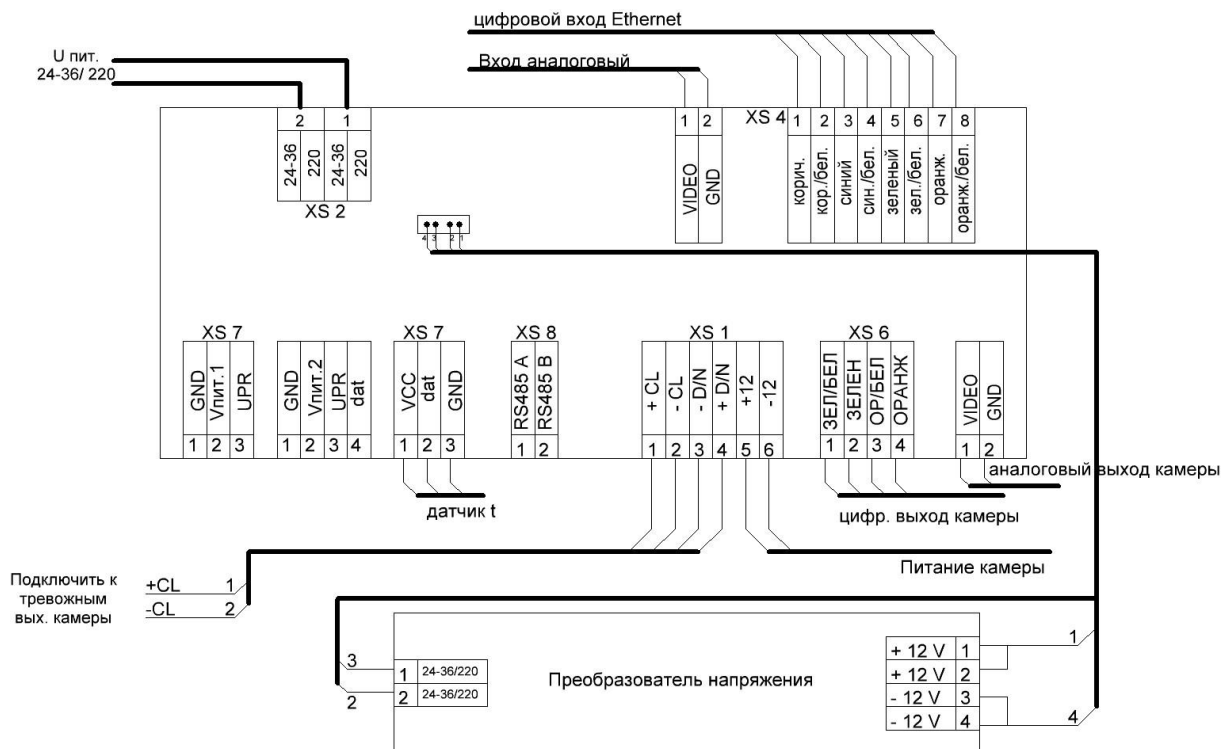
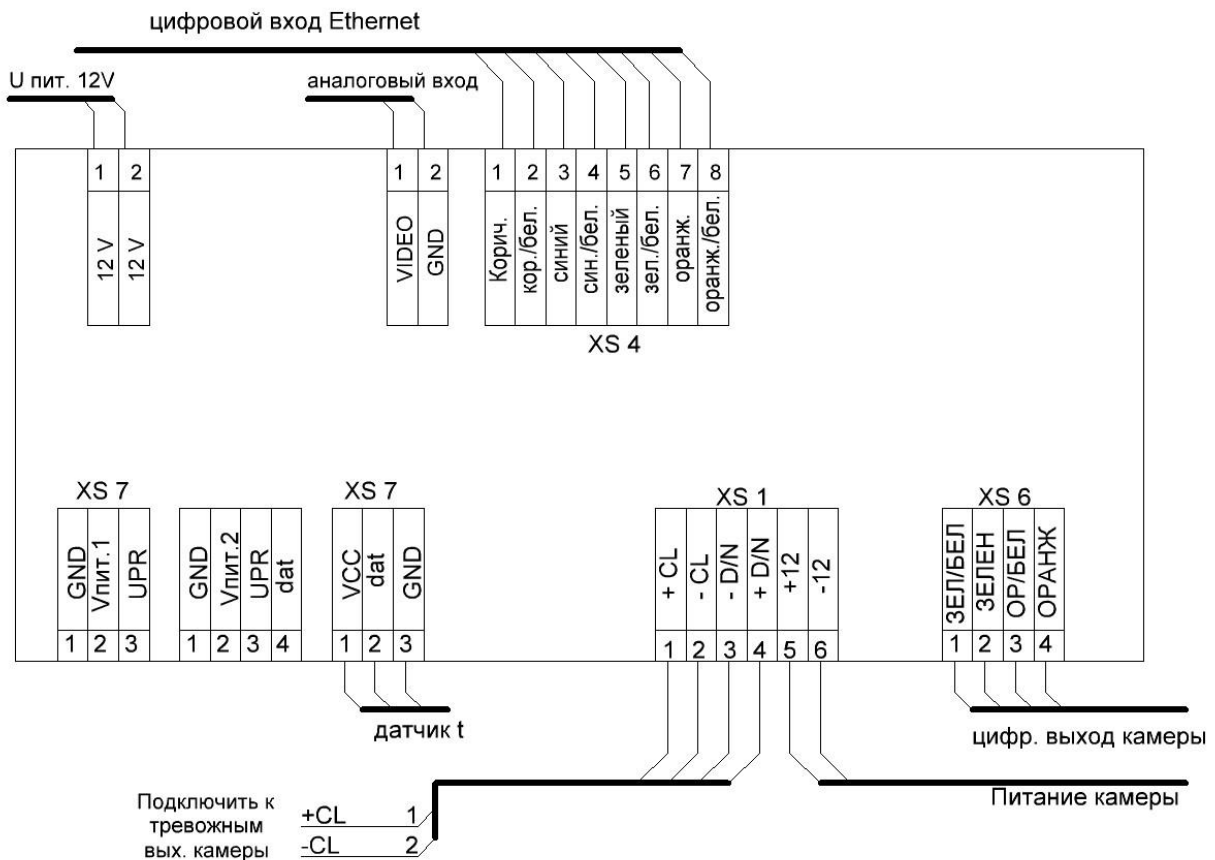

Рисунок 4.3 – Схема подключения термокожуха с напряжением питания 24–36 постоянного/переменного тока или 220 В переменного тока
Рисунок 4.4 – Схема подключения термокожуха с напряжением питания 12 В постоянного тока
5. Подключите видеокамеру к электронной плате согласно схеме подключения (Рисунок 4.3, Рисунок 4.4).
6. Через кабельные вводы заведите питающий и сигнальный кабели, подключите к универсальной плате (Рисунок 4.3, Рисунок 4.4).